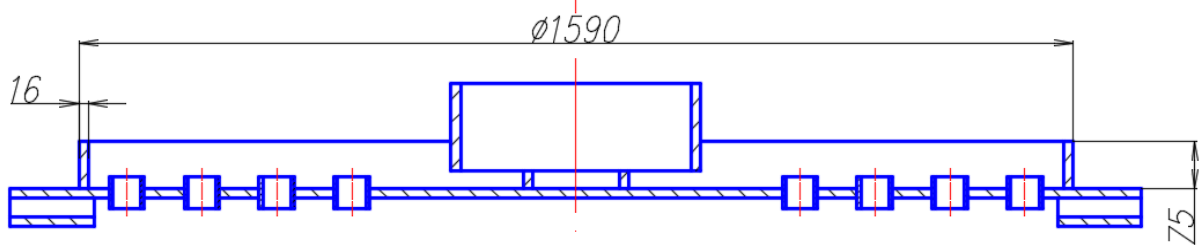

Рис. 102. Чертеж конструкции оросителя
– достроить конструкцию оросителя по заданным размерам (рис. 102). Выделить объект и перенести его внутрь абсорбера с помощью команд **Переместить**, объектная привязка **Смещение**.